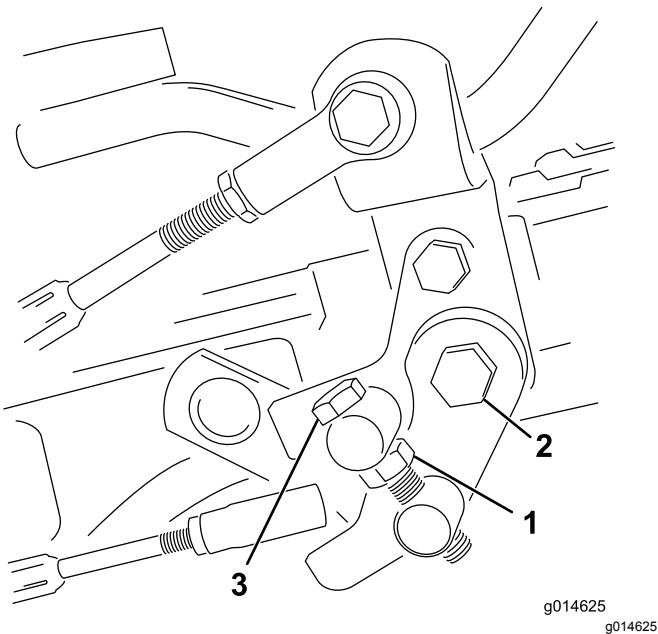

Figure 39
1. Desserrez l'écrou de blocage sur le boulon de tourillon (Figure 39).
4. Serrez l'écrou de blocage sur le boulon de tourillon et l'écrou sur le pivot de la pédale pour bloquer le réglage (Figure 39). Vérifiez le réglage et ajustez-le si nécessaire.